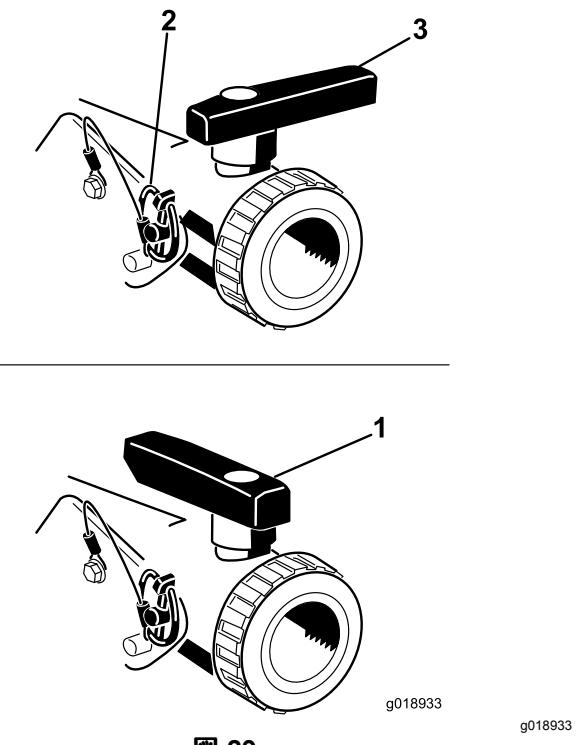

図 29
タンクドレンハンドルを操作して残っている薬液を全部排出し、地域の法律や規則、メーカーの指示に従って適切に処分する(図 29)。排出が済んだら、ブラケットについているリンチピンを外してドレンバルブを取り外して地面に置く。これにより、配管内部に残っている薬剤も完全に排出される。
3. 排出が完全に終了したら、ドレンバルブをフレームに取り付けてリンチピンで元通りに固定し、バルブを閉じる図 29。